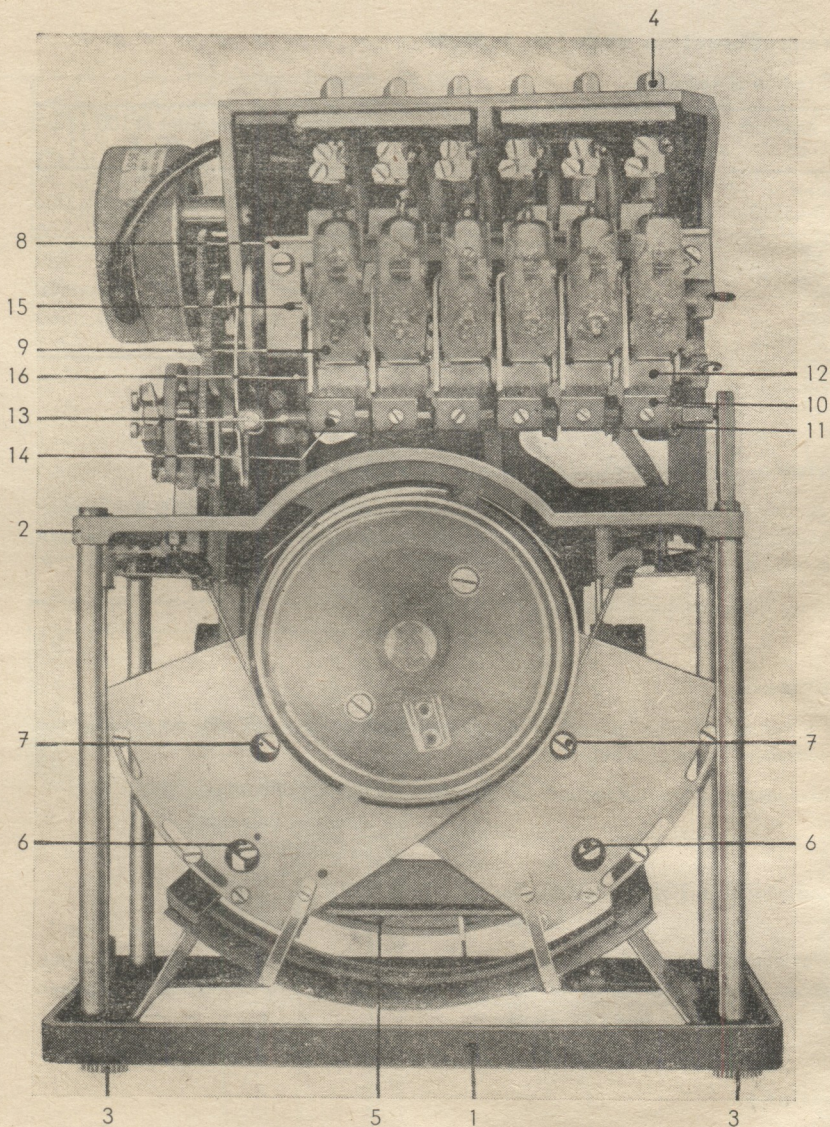

Bild 4 Regler von oben
Der Frontrahmen (1) (siehe Bild 4) mit den nach hinten angesetzten Bauteilen bildet einen von vorn einführbaren Einschub (2) der durch zwei Rändelschrauben (3) mit dem Gehäuse verschraubt wird. Der Einschub muß mit seinem Frontrahmen allseitig an der Zarge des Gehäuses anliegen. Die elektrische Verbindung mit der Klemmenplatte wird über Messerkontakte (4) hergestellt. Durch gleichzeitiges Lösen beider Rändelschrauben kann der Einschub leicht aus dem Gehäuse herausgezogen werden. Um Beschädigungen beim Herausziehen des Einschubes zu vermeiden, sind vorher die Sollwertarme bzw. die Anfahrsperr mit Bruchsicherung zur Mitte der Skale zu verstellen. Die Sollwertarme dürfen nur bei frei spielendem Zeiger verstellt werden. Wartung und Austauschbarkeit ist möglich, ohne die elektrischen Anschlüsse hinter der Schalttafel zu lösen.